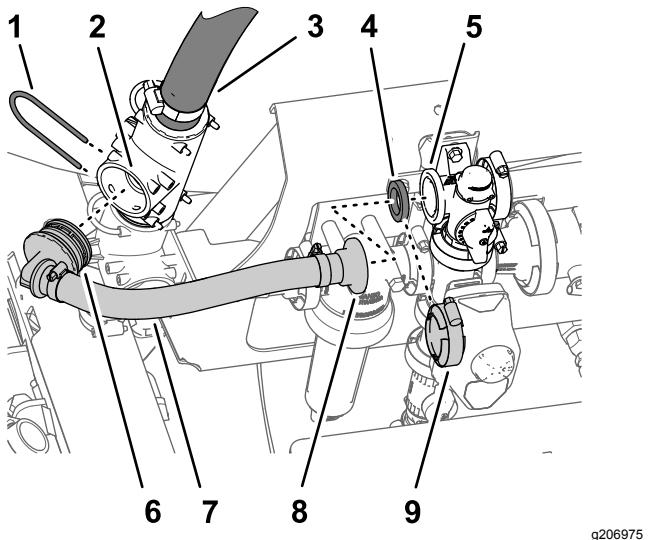

Figura 8
- Allineate il raccordo dentellato a 90° del nuovo gruppo flessibile di bypass dell'agitatore con il foro aperto nel raccordo a T superiore e inserite il raccordo a 90° fino a quando non è in sede nel raccordo a T (Figura 8).
- Fissate il raccordo dentellato a 90° al raccordo a T con il fermo (Figura 8) che avete rimosso al passaggio 2 di Rimozione dei flessibili (pagina 4).
- Allineate il raccordo flangiato diritto del nuovo gruppo flessibile di bypass dell'agitatore e la guarnizione con la flangia della valvola di bypass (Figura 8).
- Fissate il raccordo flangiato diritto e la guarnizione alla valvola di bypass con il morsetto flangiato (Figura 8) che avete rimosso al passaggio 2 di Rimozione dei flessibili (pagina 4).